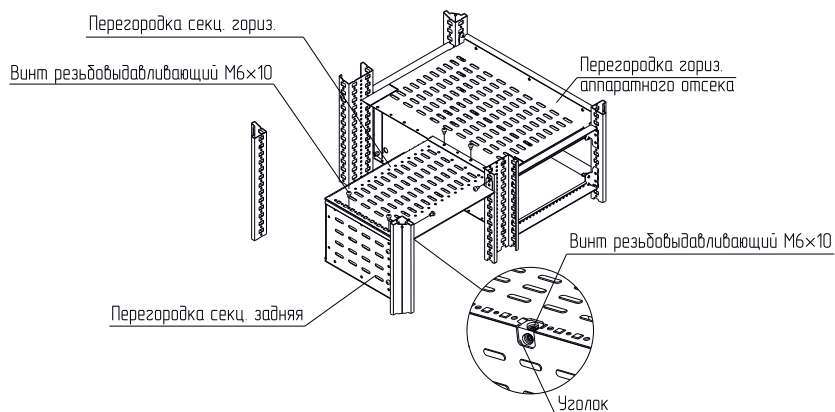
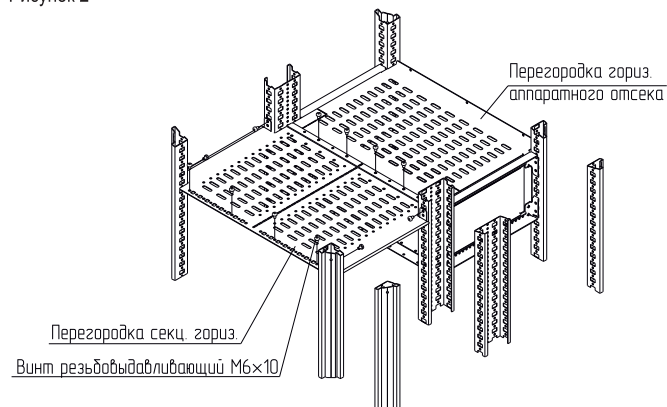

Рисунок 2
Рисунок 3
Примечание – Перегородка секционирования горизонтальная имеет перфорацию и может быть преобразована в две отдельные перегородки для шинного и кабельного отсека (рисунок 2), а также может использоваться в качестве горизонтальной перегородки для сборных шин при организации формы секционирования 2b в распределительных панелях (рисунок 3).
4.1.2 Закрепить перегородку секционирования горизонтальную на стойках каркаса. Для крепления использовать винты М6×10 (рисунок 2, 3). Момент затяжки – 7 Н·м.
4.1.3 Соединить перегородку секционирования горизонтальную с перегородкой секционирования горизонтальной аппаратного отсека винтами М6×10 (рисунок 2, 3). Момент затяжки – 7 Н·м.
4.1.4 Соединить перегородку секционирования горизонтальную с перегородкой секционирования задней при помощи уголков и винтов М6×10 (рисунок 2). Момент затяжки – 7 Н·м.